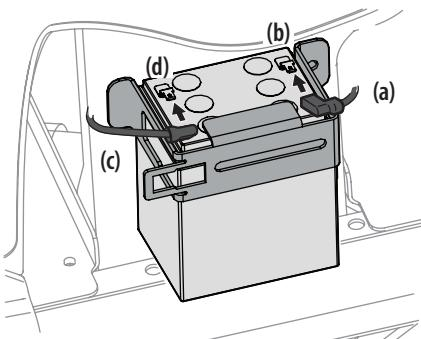

Figura 16
- Enchufe el cable rojo (a) en el borne positivo de la batería (b). Consulte la Figura 16.
- Enchufe el cable negro (c) en el borne negativo de la batería (d). Consulte la Figura 16.